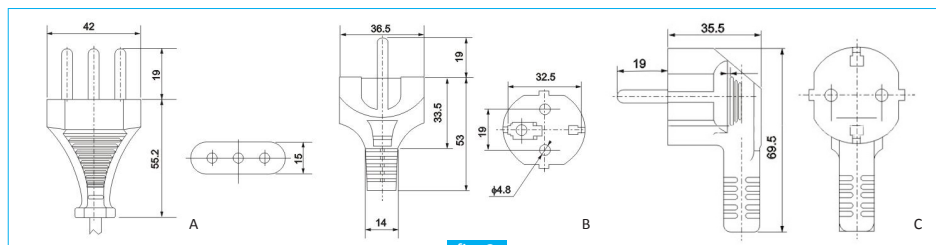

fig. 2
- Utilizzo spine in standard S10/11 S16/17 (lunghezza massima spina 55,2mm escluso contatti, diametro cavo 5-10mm), (fig. 2-A).
- Utilizzo spine in standard S30/S31 con cavo assiale (lunghezza massima spina 53mm escluso contatti), o con cavo a 90° (lunghezza massima spina 69,5mm). (fig. 2-B,C)
- Plugs used according to standards S10/11 S16/17 (maximum plug length 55,2mm excluding contacts, cable diameter 5-10mm), (fig. 2-A).
- Plug used according to standards S30/S31 with axial cable (maximum plug length 53mm excluding contacts, cable diameter 5-10mm), or with 90° cable (fig. 2-B,C)